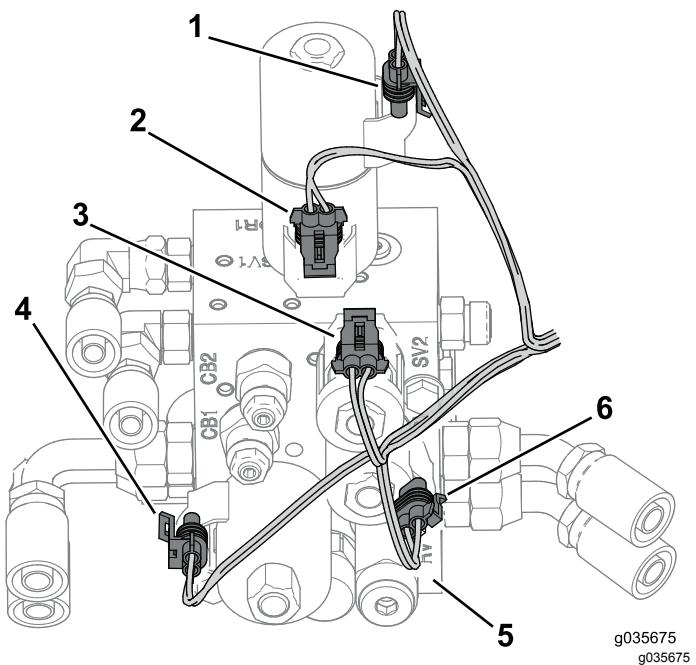

Figura 22
4. Collegate il cablaggio preassemblato al collettore idraulico (Figura 22).